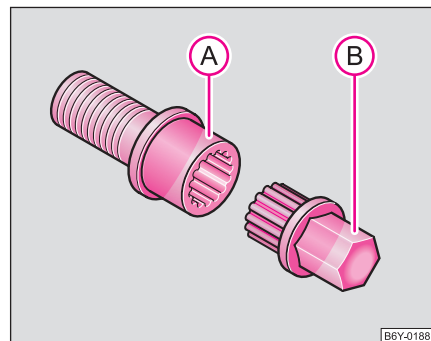

Fig. 162 Șurub de siguranță cu adaptor
- Introduceți adaptorul (B) cu partea zimțată până la limită pe interiorul zimțat al șurubului de siguranță (A), astfel încât să se mai vadă numai partea hexagonală ⇒ fig. 162.